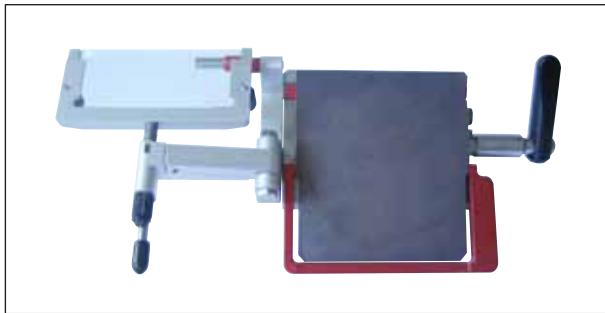

Bild. 46
- För sträckplattan åt sidan (→ Bild. 46).